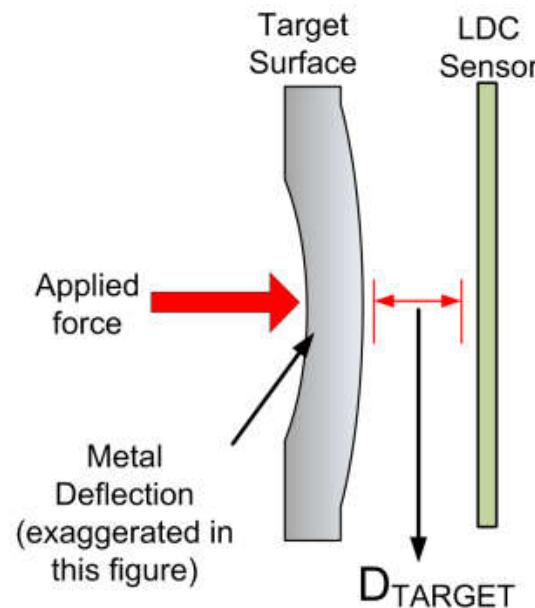

图 6. 电感式触控组件
**图 6** 突出显示了如何使用电感式传感器检测按钮按下操作。如**图 6** 所示，电感式传感器用于测量在按下按钮时金属板的偏转。随着金属板的偏转，金属板上会产生涡流，从而增大传感器频率。当该金属板靠近传感器时，传感器频率会继续增大，电感式器件会将该检测频率转换为数字值，供用户查看。此外，**LDC2112** 和 **LDC2114** 等电感式传感器具有数字输出引脚，可以在按下按钮并达到预设阈值时输出中断信号。